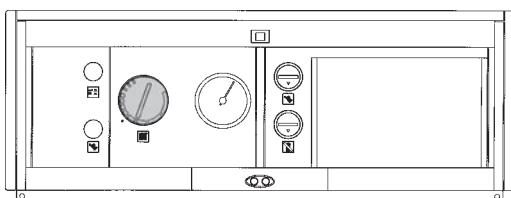

Рис. 4.3
- установите требуемую температуру срабатывания регулирующего термостата котла (Рис. 4.3). Эта операция не требуется, если котел управляемся от регулятора комнатной температуры;